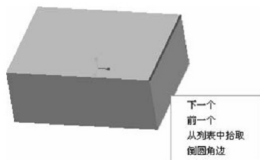

图 5.28 快捷菜单
**提示:** 倒圆角还有一个比较快速的创建方法，具体方法是配合过滤器在绘图区中用左键选取倒圆角的边线，选中的边线呈红色，按住右键在弹出的菜单中选择【倒圆角边】选项，如图 5.28 所示。拖动手柄来改变圆角半径或在绘图区中直接双击尺寸值进行修改，最后单击鼠标中键即可完成特征的创建。